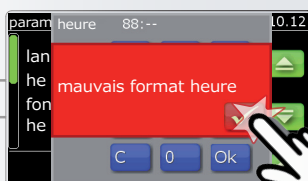

Fig. 18
**REMARQUE** : si vous entrez l'heure ou la date avec un format erroné, un message vous l'indique. Vous pouvez alors acquiescer le message avec la touche **OK** et renouveler votre entrée. ( Fig. 18)